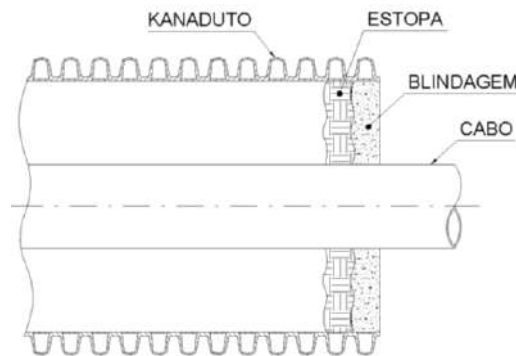

Figura 24 / Figure 24
- b) Rellene el espacio anular entre el cable y la pared interna del ducto con una estopa o esponja sólida que actúe como tope de retención (Figura 24).